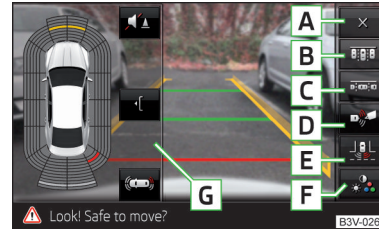

Abb. 277
Funktionsflächen » Abb. 277
- Die Funktionsfläche **C** » Abb. 277 auf Seite 233 antippen.